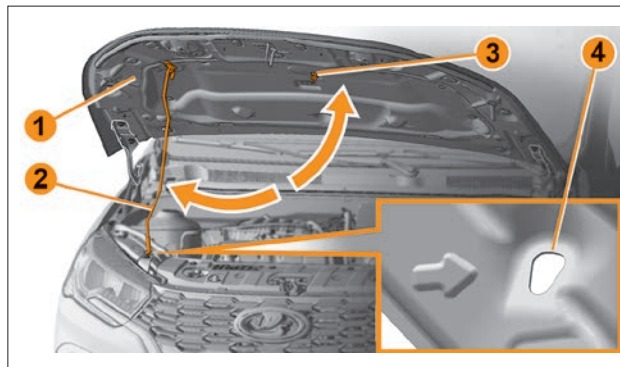

Рис. 6.2.3. Установка упора капота
3. Поднимите капот 1 (рис. 6.2.3) и установите упор 2 за пластмассовый наконечник из фиксатора 3 в специальное гнездо 4. Для удобства фиксации при этом не рекомендуется чрезмерно отводить капот (более 10 сантиметров) от верхнего конца выставленного упора 2.
1. Перед закрытием капота, возьмитесь за середину передней кромки капота **1** (см. рис. 6.2.3), приподнимите его и сложите упор **2**, закрепив его в фиксаторе **3**.